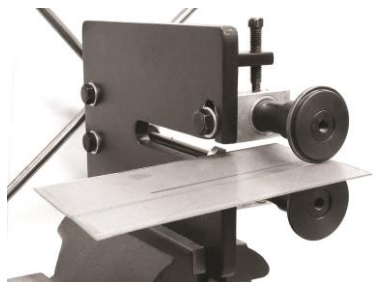

fig. 5
6. Faites glisser l'arbre du rouleau supérieur et le corps de palier sur votre pièce à travailler (fig. 5).